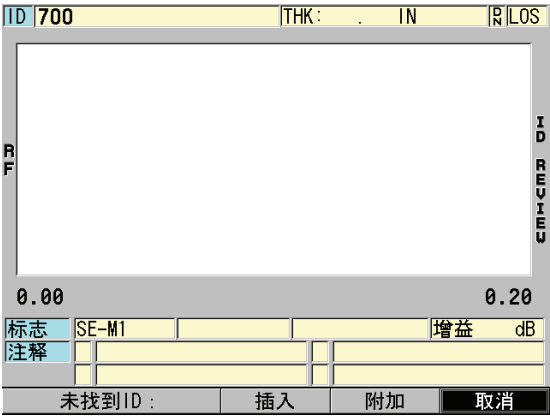

图 11-29 当被编辑的 ID 在数据库中不存在时，出现的提示信息
6. 如果被编辑的 ID 在数据库中不存在，帮助栏中会出现一条消息，如第 175 页的图 11-29 中所示，用户可选择**插入**，在当前 ID 前插入新的 ID。